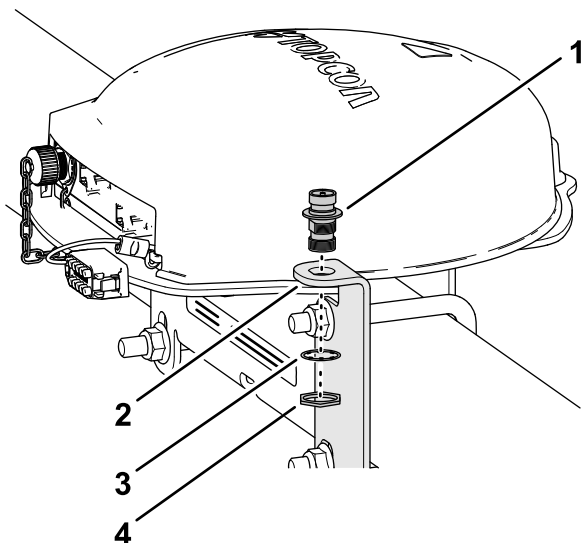

图147
1. 让同轴耦合器穿过 RTK 天线支架上的开口耦合器的隔板螺纹向下图147。
2. 使用锁紧垫圈和锁紧螺母将同轴耦合器安装到天线支架上并用手拧紧锁紧螺母图147。